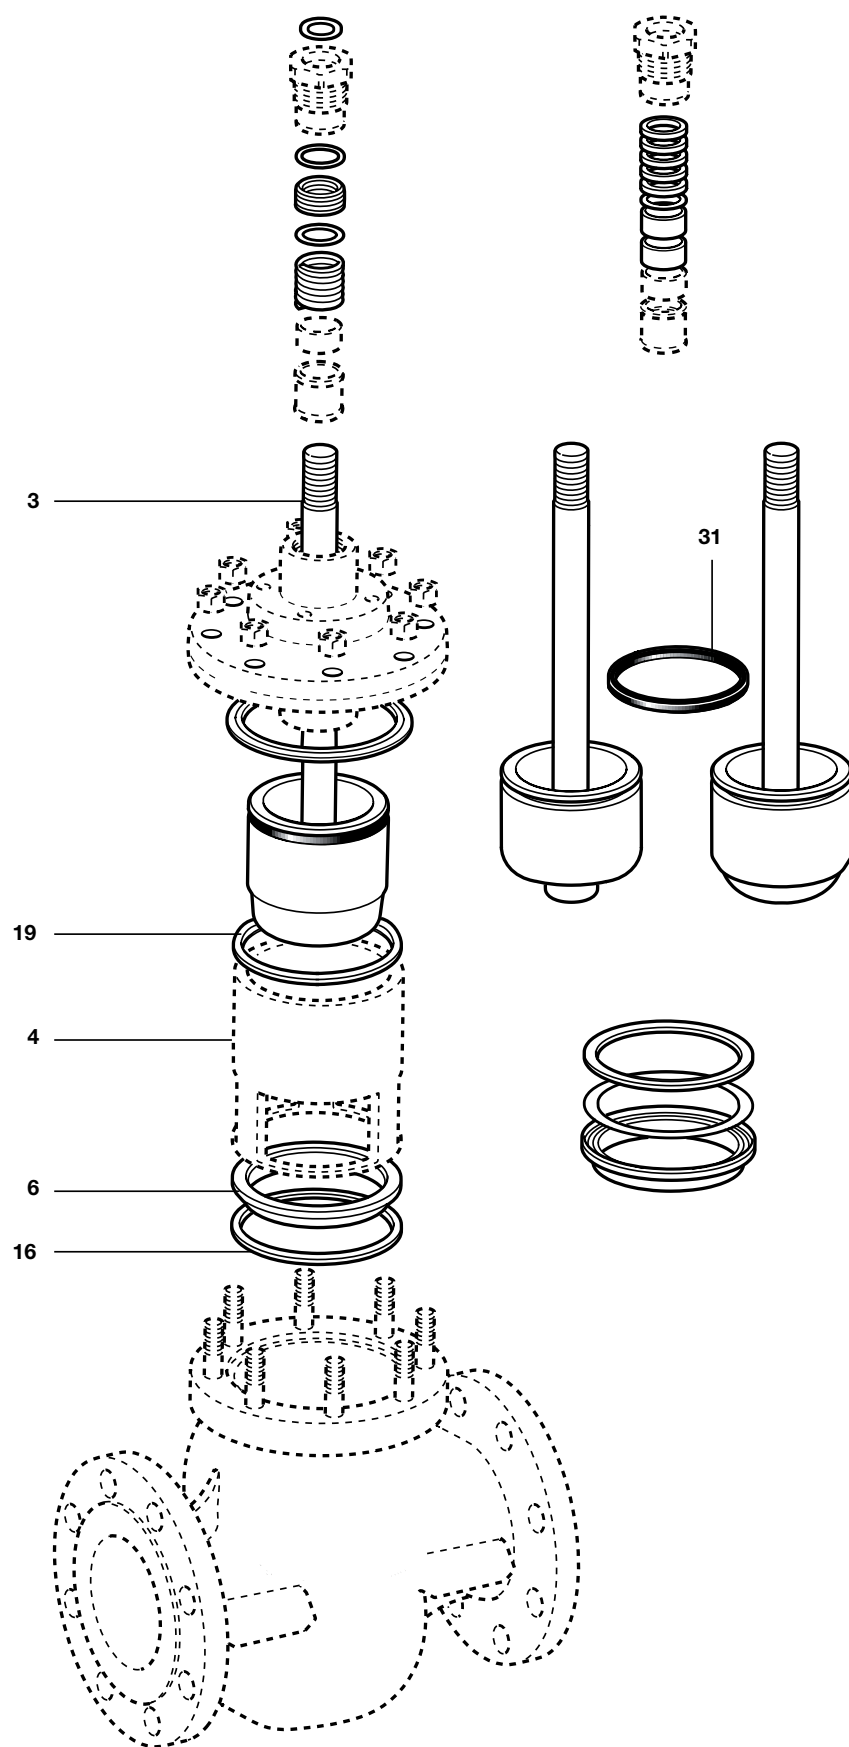

Bild 16: Entlastetes Ventil
- die obere Dichtung des Käfigs (19 – Bild 16) entfernen und wegwerfen.
- mit einer geeigneten Hebevorrichtung die Kegelstange (3 – Bild 16) entfernen.
- Nun den Käfig (4 – Bild 16) und dann den Ventilsitz (6) herausheben.
- Die Sitzdichtung (16 – Bild 16) entfernen und wegwerfen.
- Eine neue Sitzdichtung (16 – Bild 16) einsetzen.
- Dann den zugehörigen Ventilsitz (6) einsetzen.
- Nun den Käfig (4 – Bild 16) vorsichtig einsetzen. Hierbei darauf achten, daß die Durchflüssparungen im Käfig (4), in Ventilsitznähe (6) kommen (also die Aussparungen sich „unten“ befinden).
- Den Ventilkegel / Ventilkegelstange (3) rechtwinklig auf den Ventilsitz (6) aufsetzen.
- Eine neue Sitzdichtung (16 – Bild 16) einlegen.
- mit einer geeigneten Hebevorrichtung die Kegelstange (3 – Bild 16) herausziehen. Dabei darauf achten, daß der Käfig, aufgrund der Reibung, nicht mit rausgezogen wird.
- die Dichtung des Entlastungskegels (31 – Bild 16) entfernen und wegwerfen.
- Eine neue Dichtung des Entlastungskegels (31 – Bild 16) einsetzen. Hierbei darauf achten, daß nach Montage die Spalte im Dichtring geringer als 1 mm ist.
- Eine neue obere Käfigdichtung (19 – Bild 16) einlegen.